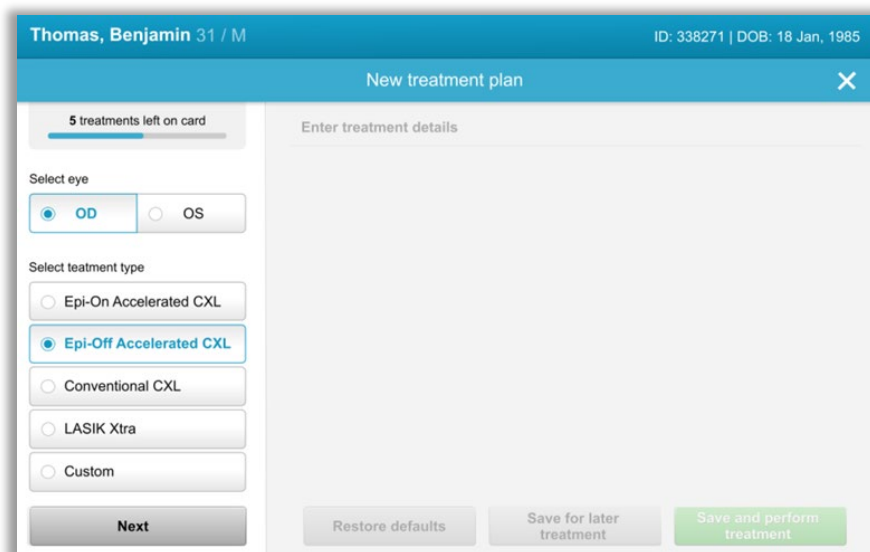

Figura 3-5. Selecionar olho
- Quando o olho for selecionado, o campo será delineado em azul, conforme mostrado na Figura 3-5.